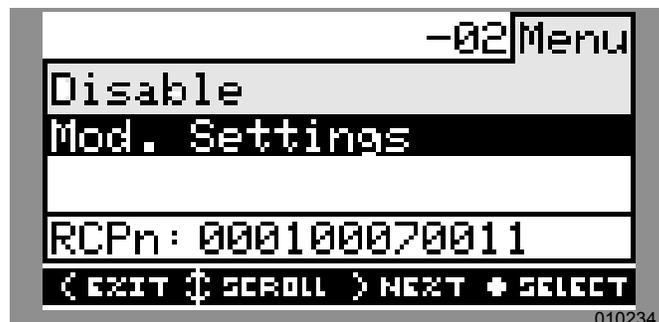

Figure 3-11. Page d’un dispositif connecté à l’internet
2. Voir la **Figure 3-11**. Mettre « Mod. Settings » en surbrillance puis appuyer sur la touche centrale.